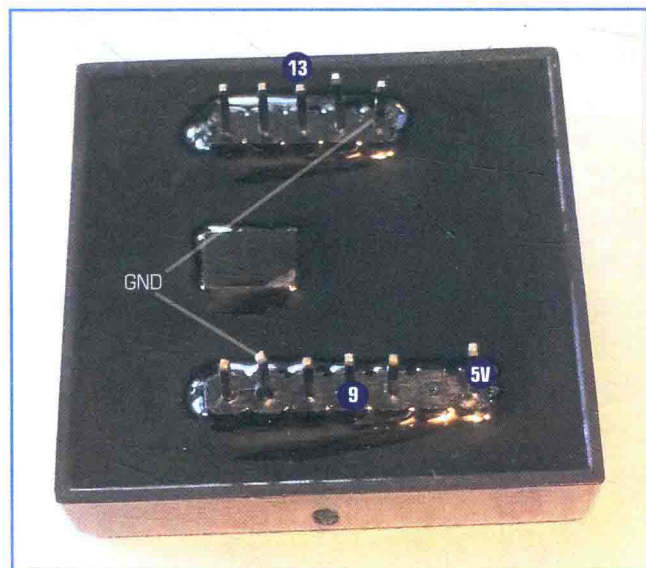

图 13.26 连接 RFID 模块的接线
- 17.** 接下来，需要连接 RFID 传感器的接线。可选的一个工具是零件列表中提到的 RFID 分接板。它将传感器的 2 毫米间隔引脚分接为适合于面包板的 0.1 英寸间隔。不管使用哪一种方法，图 13.26 展示了引脚的接线情况；后面，我将说明这些电线的另一端连接到哪里。
- e.** 将 RFID 的连线连接到马达罩上的对应引脚。这个组件的连线方法参见图 13.26。